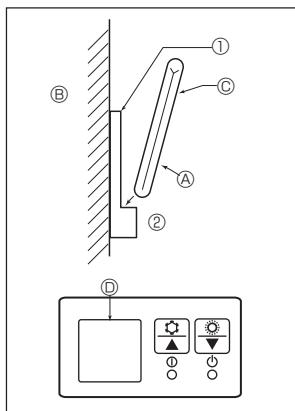

Fig. 6-7
2) Método de instalación (Fig. 6-7)
- ① Fije el soporte del mando a distancia en el lugar deseado con 2 tornillos roscados.
② Coloque el extremo inferior del mando en el soporte.